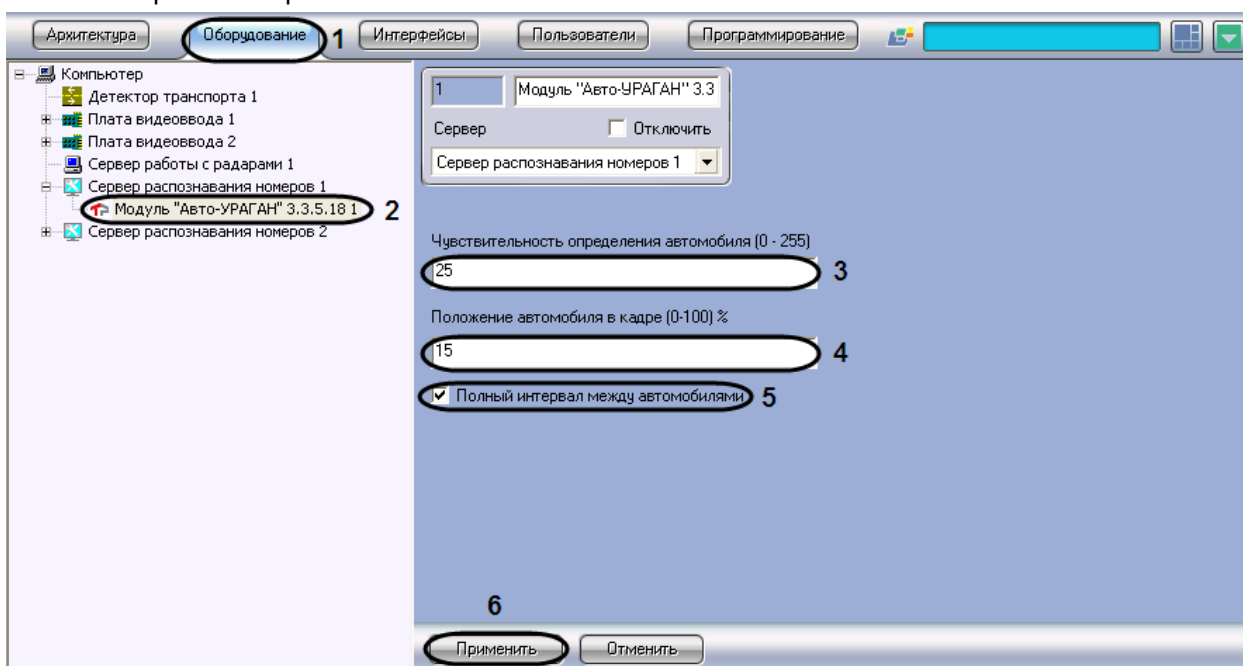

Рис. 7.2—3. Настройка программного модуля «Авто-УРАГАН 3.3.5.18»
1. В диалоговом окне «Настройка системы» перейти на вкладку «Оборудование» (Рис. 7.2—3, 1).
2. В дереве объектов на вкладке «Оборудование» выбрать объект «Модуль „ Авто-УРАГАН 3.3.5.18“», соответствующий настраиваемому программному модулю «Авто-УРАГАН 3.3.5.18» (Рис. 7.2—3, 2). В правой части вкладки «Оборудование» отобразится панель настройки выбранного объекта.
3. В поле «Чувствительность определения автомобиля (0-255)» ввести значение чувствительности, которая характеризует чувствительность детектора к контрастности изображения машины (см. Рис. 7.2—3,3). Чем ниже значение, тем чувствительнее детектор.
4. В поле «Положение автомобиля в кадре (0-100) %» ввести значение в процентах, отражающее положение выдаваемого видео с автомобилем в кадре между моментами появления и исчезновения автомобиля из кадра (см. Рис. 7.2—3, 4).